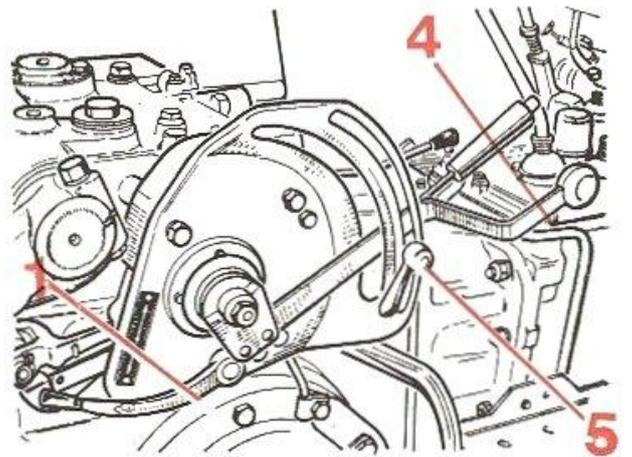

FIG. 42
A chaque position du levier (4) fig. 42 de commande du relevage sur le secteur, correspond une hauteur bien déterminée et constante du relevage, donc de l'outil. Inversement, le relevage total est réalisé lorsque le levier de commande est porté en butée vers l'arrière du secteur.
En travail pour des outils non équipés de roues ou de patins de limitation de terrage, mais qui doivent toujours occuper une position identique, il suffit de régler la butée (5) fig. 42 lorsque la profondeur désirée est atteinte. En portant le levier de commande au contact de cette butée, on retrouve un terrage de l'outil strictement égal.